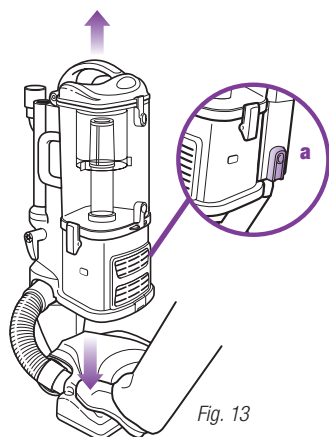

Fig. 13
- 1 Separe el recipiente portátil *Lift-Away*® del cepillo para pisos presionando el botón rojo de liberación (a) que está en el costado del recipiente. Sostenga suavemente el cabezal contra el piso con su pie y tire del recipiente hacia arriba. (Fig. 13)